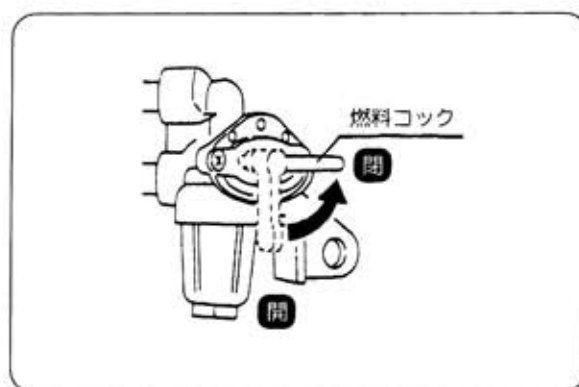

図54
- ④カバーをかけ、湿気やホコリの少ない場所に置いてください。
■燃料の抜取り (図54)